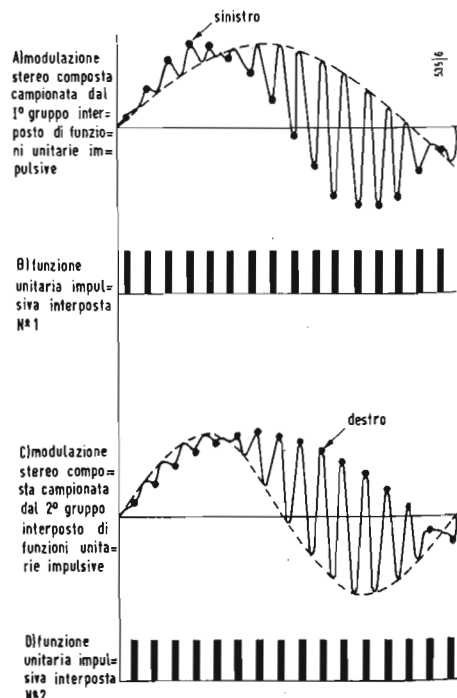

Fig. 5 ▶
▲ Fig. 5 - Circuito elettrico completo dell'Echolette.
Se la forma d'onda composta di fig. 4 (D) e ripetuta in fig. 5 (A) e (C) fosse campionata con due terposte, come mostrato in fig. 5(B) e 5(D), sincronizzate a 38 kHz, le punte della portante del segnale destro sarebbero seguite dall'altro gruppo di funzioni unitarie impulsive. E' quindi possibile ricostruire i segnali stereofonici sinistro e destro dalla forma d'onda composta, usando un metodo diretto di demodulazione.